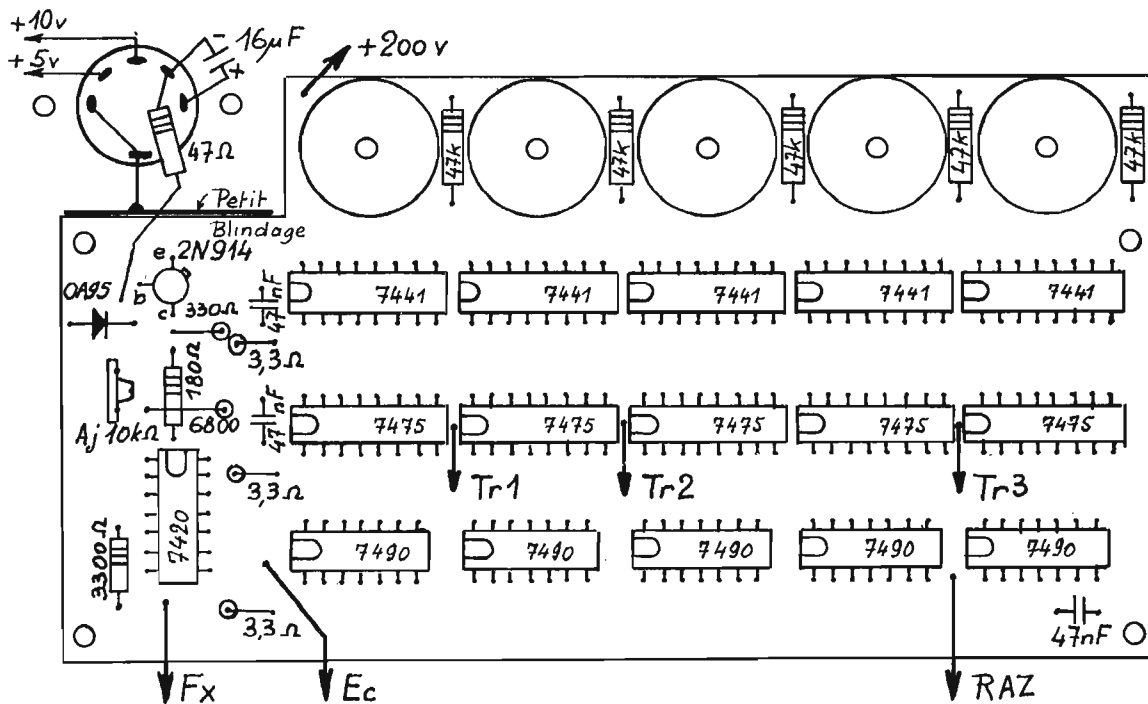

Fig. 25. - Composants compteur TFX2/N.
On commencera par la platine compteur (Fig. 25). Souder en premier, les trois fils de transfert (10 cm environ). Disposer ensuite les circuits intégrés en soudant les picots + et - 5 V. Pour obtenir un enfoncement régulier des boîtiers dual-in-line, nous avons utilisé une petite règle de bakélite (L = 12 cm, l = 6 mm, e = 1,5 mm), glissée pendant la pose, entre corps et platine. Souder les 5 × 47 kΩ. Passer alors au circuit d'entrée, en réfléchissant quelque peu, pour que la soudure de l'un des composants, n'interdise pas celle d'un autre. Un fer à souder, à pointe assez longue et fine est indispensable.
N.-B. — Un petit morceau de tôle étamée a été soudé, pour séparer le 2N914 d'entrée, de l'interrupteur secteur, ceci afin d'éviter une induction parasite, toujours possible. (Voir Fig. 25).